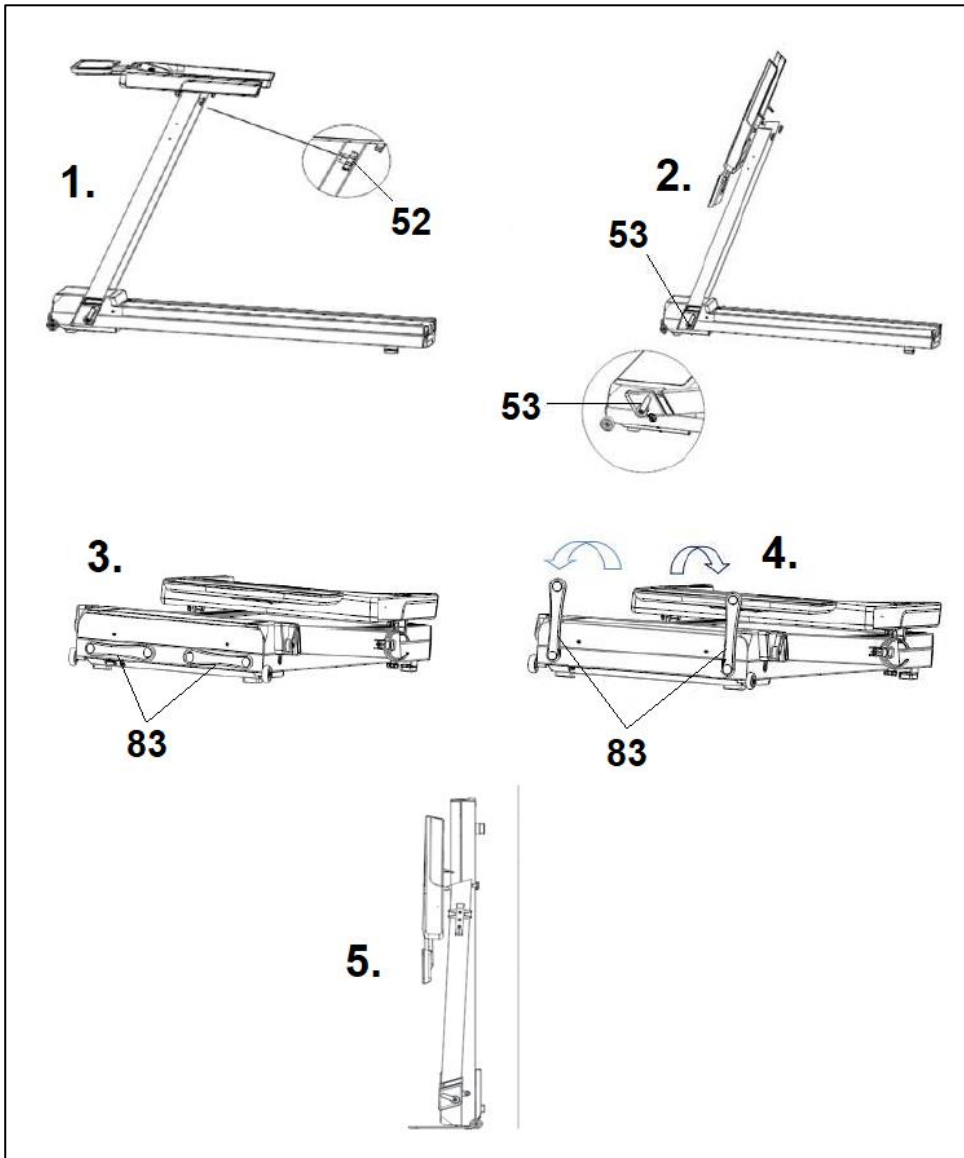

Рис. 6
Тренажер оснащен колесами (29), рис.6, чтобы облегчить перемещение. Убедитесь, что сетевая кабель отсоединен от розетки.